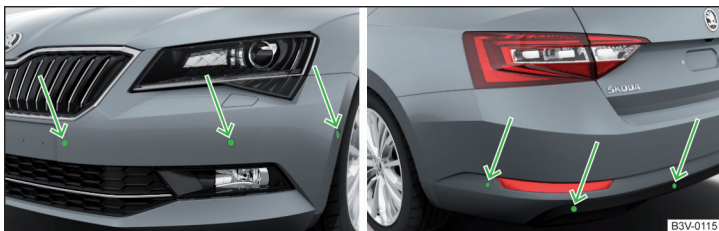

Fig. 174 Locul de amplasare al senzorilor cu ultrasunete: față/spate
- Mențineți senzorii sistemului » fig. 174 la pagina 151 curați, fără zăpadă sau gheață și nu îi acoperiți cu niciun fel de obiecte, pentru a nu limita funcționarea sistemului.
Sistemul calculează cu ajutorul undelor de ultrasunete distanța dintre bara de protecție și un obstacol. Senzorii cu ultrasunete se găsesc în bara de protecție spate, respectiv și în bara de protecție față, în funcție de dotarea autovehiculului » fig. 174.